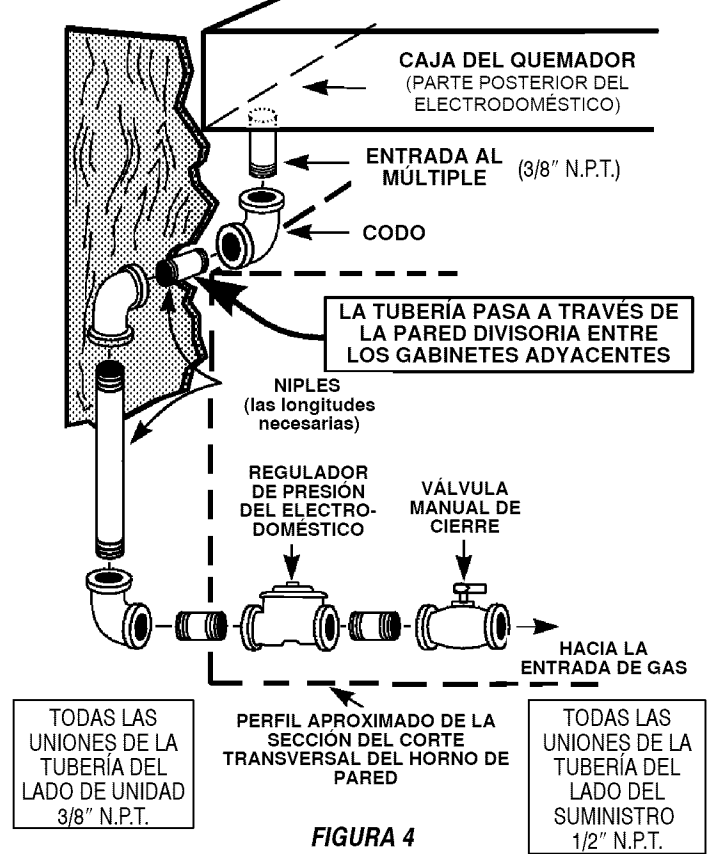

FIGURA 4
Nota, en referencia a la Figura 4, anterior:
- Para hacer más conveniente el servicio debe incluirse una unión (no se muestra: está disponible localmente) en la tubería que se ilustra en la figura 4, en la ubicación más práctica para la instalación. Por lo general, una ubicación práctica es el gabinete que se encuentra debajo de este electrodoméstico, cerca de la entrada del múltiple, en lugar de usar el gabinete adyacente.
Si el tomacorriente está montado en el gabinete adyacente a la derecha o a la izquierda, deberá proporcionarse un orificio como el descrito anteriormente en la pared divisoria entre los gabinetes. La figura 4 de la página 5, ilustra una pared divisoria típica (lado
izquierdo). El orificio (que no se muestra en la figura 4) puede ubicarse según sea conveniente en esta pared izquierda o en la pared derecha correspondiente.